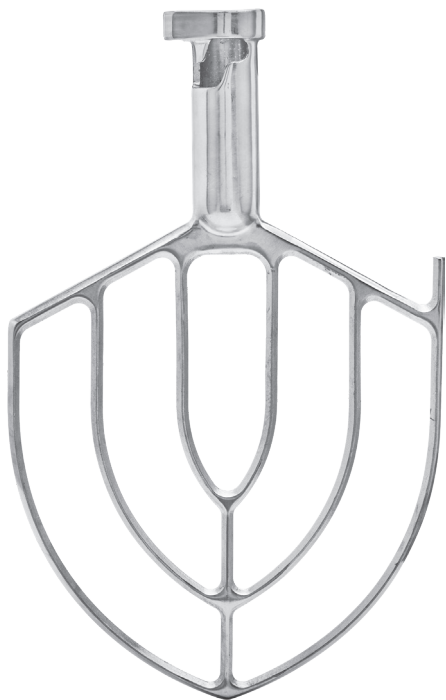

Fig. 8
- Abra la rejilla del tazón: gírela hacia la derecha (Fig. 8).